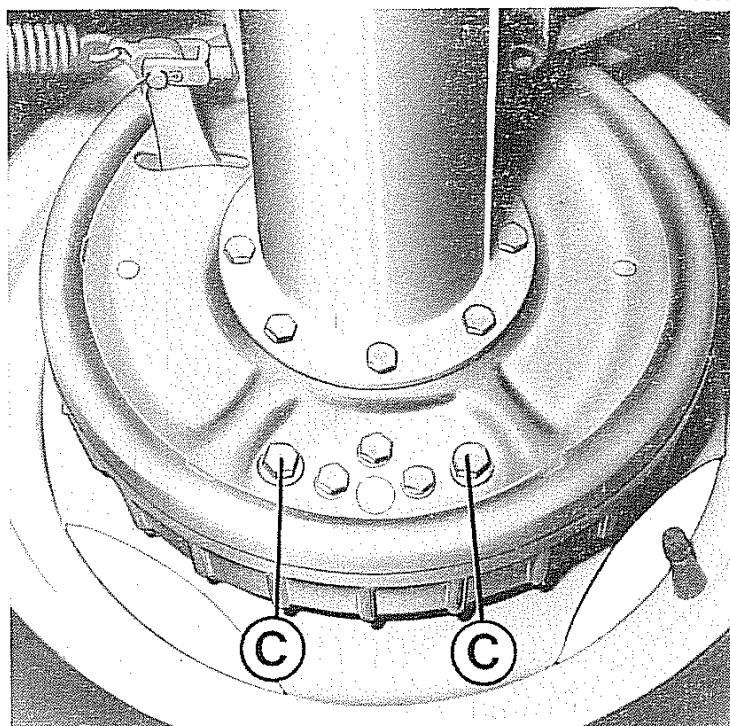

Fig. 13 - Registrazione freni
- Ruotare in senso antiorario le viti **C** (Fig. 13), fino a portare i ceppi contro il tamburo; ruotare quindi sensibilmente i dadi in senso inverso.